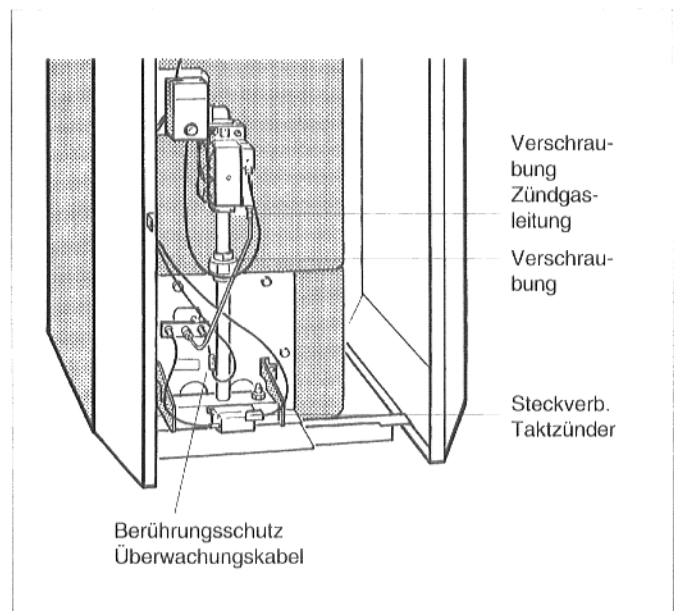

Abb. 33: Gasbrenner
- ★ Verschraubung der Zündgasleitung an der Armatur lösen (Abb. 33)
- ★ Gasbrenner an der Verschraubung von der Armatur trennen (Abb. 33).
- ★ Berührungsschutz am Überwachungskabel entfernen und Steckverbindung lösen (Abb. 33).
- ★ Steckverbindung am Taktzünder lösen (Abb. 33).